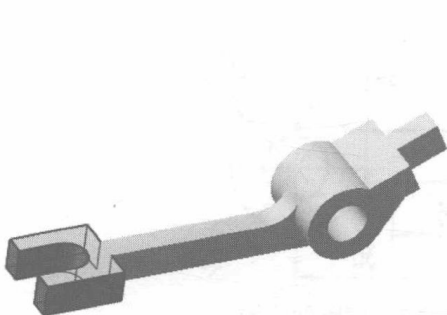
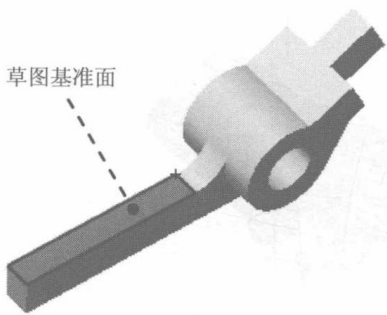
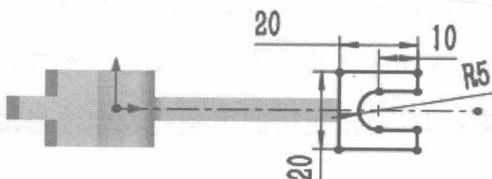

图 1.9 凸台-拉伸 3
图 1.10 草图基准面
图 1.11 横断面草图
Step5. 创建图 1.9 所示的零件特征——凸台-拉伸 3。选择下拉菜单 **插入(I) → 凸台/基体(B) → 拉伸(E)...** 命令 (或单击  按钮)；选取图 1.10 所示的平面为草图基准面；在草图绘制环境中绘制图 1.11 所示的横断面草图；在“凸台-拉伸”对话框 **方向1** 区域的下拉列表中选择 **给定深度** 选项，输入深度值 8.0；单击  按钮，完成凸台-拉伸 3 的创建。